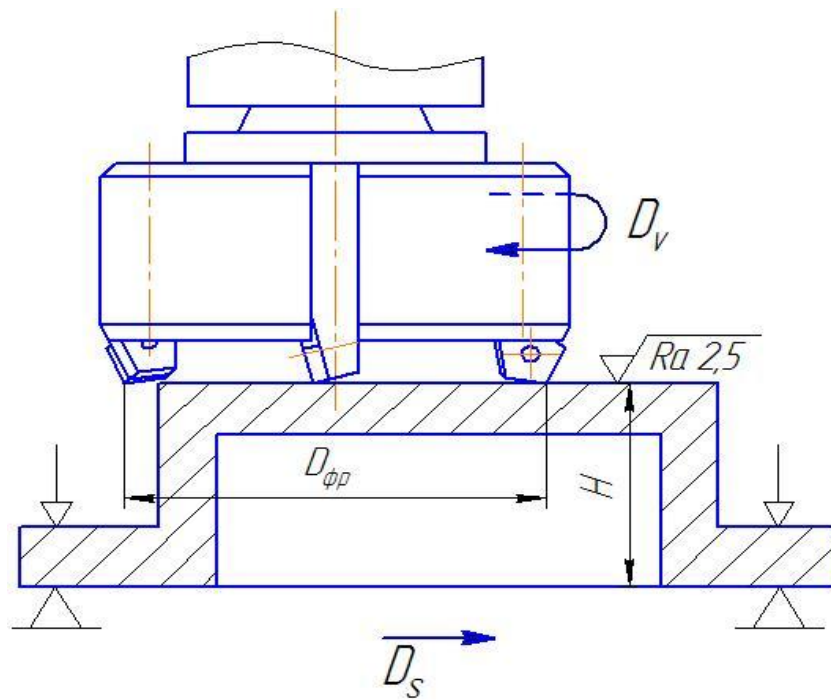

Рис. 1. Схема обработки корпусной детали на вертикально-фрезерном станке
1.1 Определить вид и величину погрешности обработки корпусной детали на вертикально-фрезерном станке с крестовым столом, смотри рисунок 1, если ось вращения шпинделя не перпендикулярна к рабочей поверхности стола: